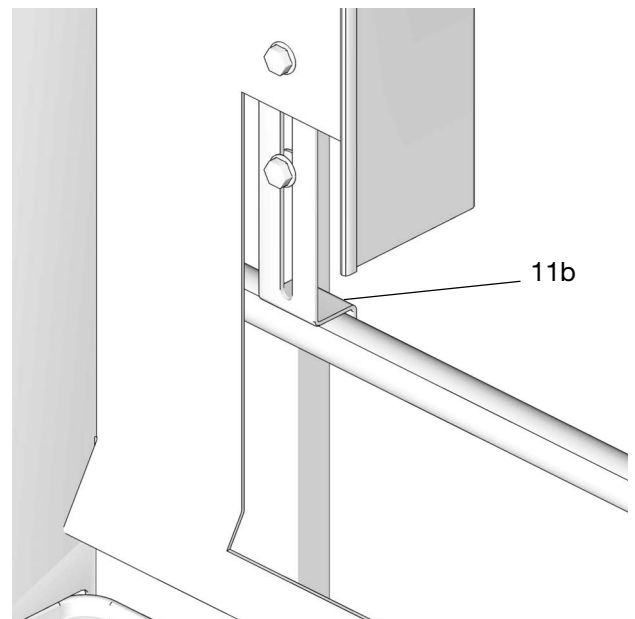

FIG. 21
3. Ajuste el soporte en Z (11b) para fijar la ubicación de la bandeja para medidor como se requiera (FIG. 21).